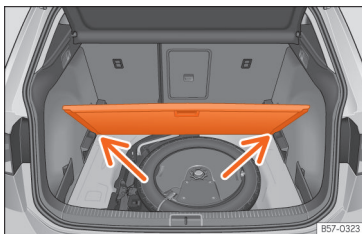

Рис. 174 Діагональне положення панелі.
- Установіть панель на спеціальні виступи **>>> рис. 174** (стрілки).